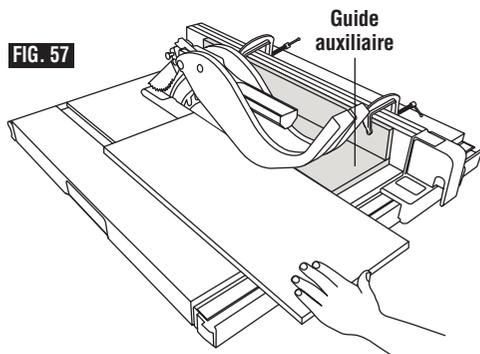

FIG. 57
Fixez le guide de coupe auxiliaire au guide de refente à l'aide de deux serre-joints en C (Fig. 57).
2. Pour exécuter une feuillure le long d'un bord (sur le côté le plus long de l'ouvrage — voir illustration), montez sur le guide de refente une planche de largeur approchant celle de l'ouvrage. Réglez la position du guide de refente et de la lame, puis exécutez la première coupe, l'ouvrage étant placé à plat sur la table (voir Fig. 57). Faites la deuxième coupe en positionnant l'ouvrage verticalement. Prenez toutes les précautions et suivez toutes les instructions et consignes de sécurité applicables aux opérations de coupe en long : servez-vous de planches à languettes, d'une baguette-poussoir, etc.